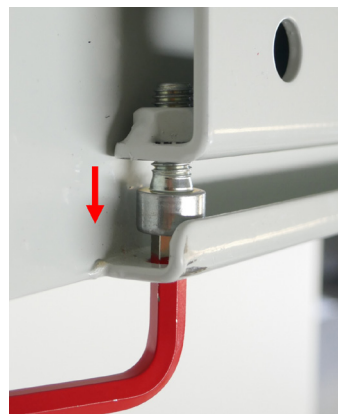

Abb. 17 Verspannen des Speichers
6. Schraube herausdrehen, bis sich der Speicher mit der Halterung verspannt (Abb. 17 & 18).